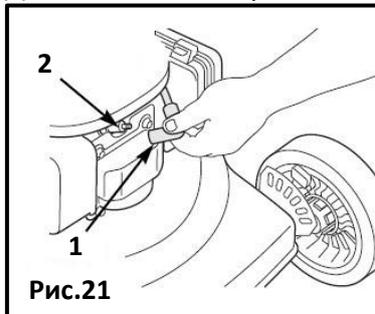

Рис.21
### Обслуживание свечи зажигания (Рис.21,21а,21b).
Рис.21а
- Отсоедините колпачок свечи зажигания (1) и удалите загрязнения вокруг области свечи зажигания (2) (Рис.21).
- Снимите свечу зажигания (2) с помощью свечного ключа (3) (рис.21а).